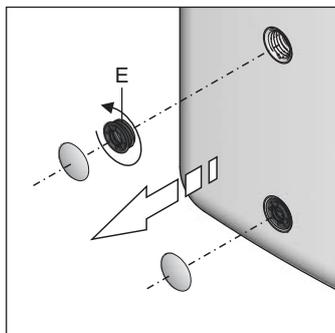

Fig. 6-4 Passaggi 2 + 3
- Smontare la lamiera di copertura della maniglia e svitare il pezzo filettato (fig. 6-4, pos. E) dal contenitore del serbatoio.